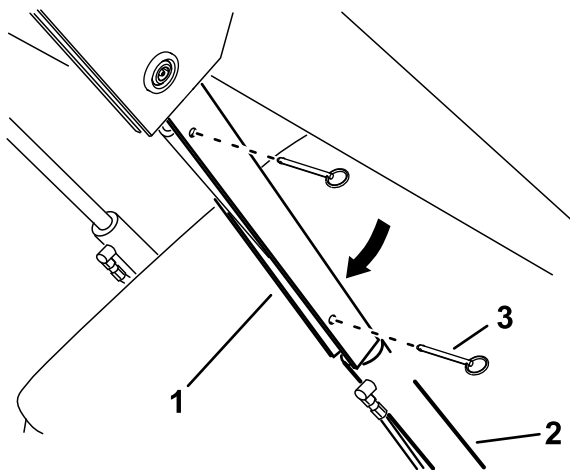

Figure 36
5. Glissez le dispositif de blocage de vérin sur la tige du vérin (Figure 36).